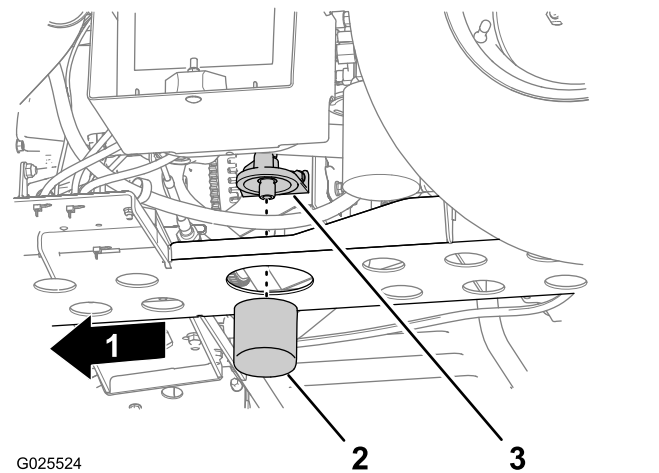

Figure 45
- Déposez le filtre à huile de son adaptateur (Figure 45).
- Essuyez la base d'étanchéité de l'adaptateur du filtre (Figure 45).
8. Vissez le filtre jusqu'à ce que le joint touche la base d'étanchéité de l'adaptateur, puis serrez encore le filtre dans le sens horaire de 1/2 à 2/3 de tour (Figure 45).